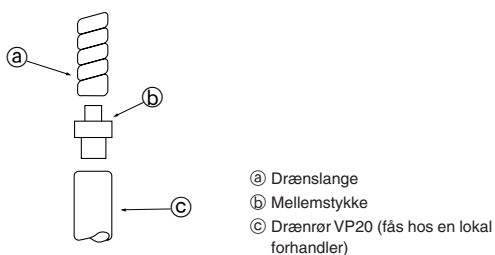

Fig. 5-1
5.1. Arbejde på drænrøret (Fig. 5-1)